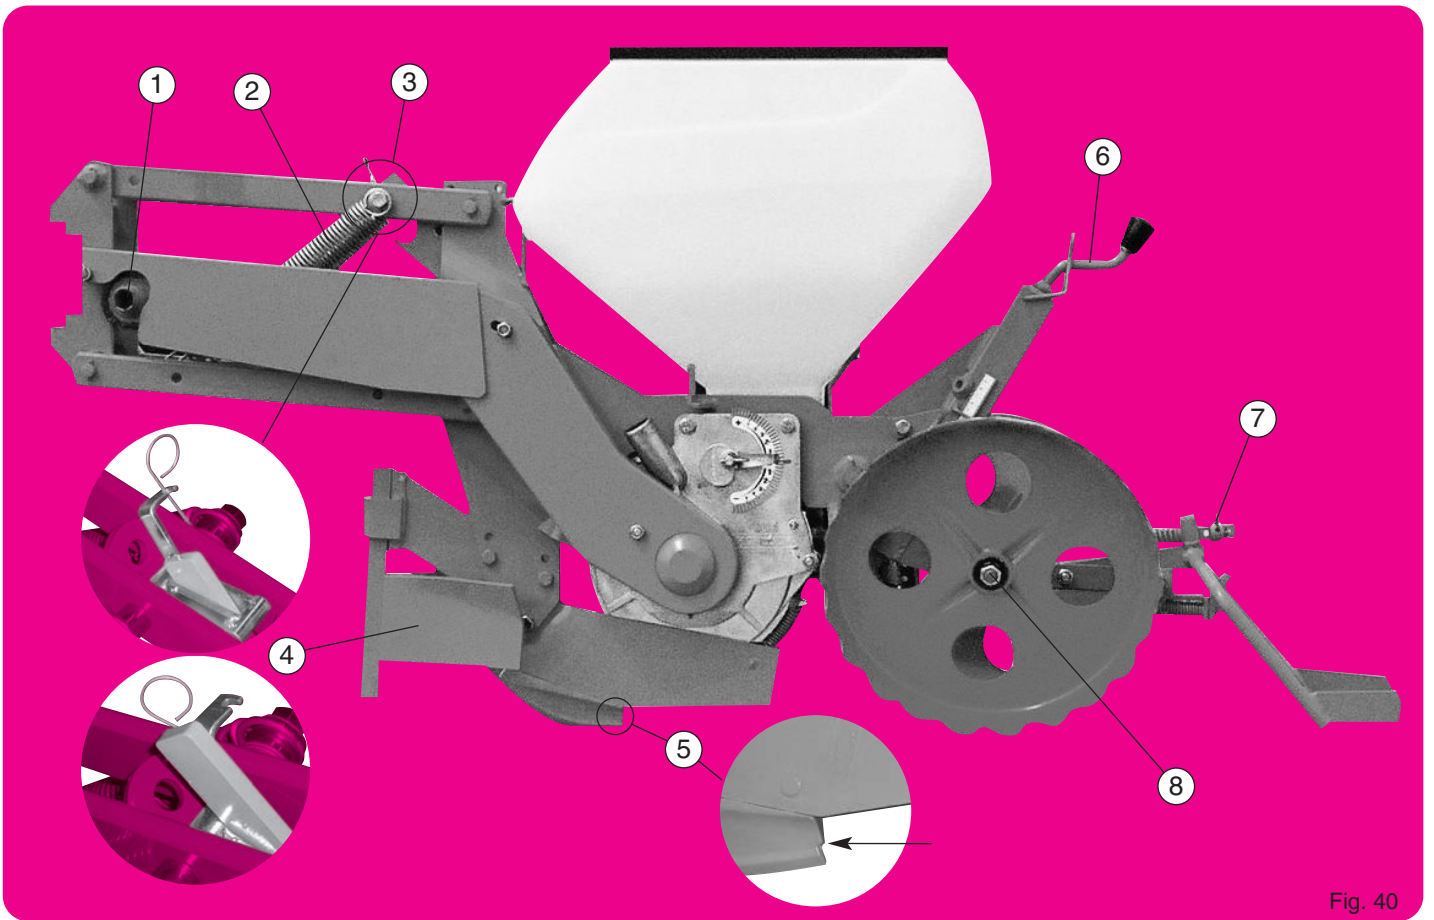

Fig. 40
**Version de base** (fig. 40) élément monté sur parallélogramme, terrage par le bloc arrière uniquement avec la manivelle (6) (fig. 40) - chasse-mottes avant avec coutre - soc standard maïs - roues tasseuses inclinées tôle - raclettes arrière - trémie 40 litres.
- ① Système de sécurité (fig. 40) : il provoque un crabotage sonore en cas de blocage de la distribution. Un arrêt est alors obligatoire (voir page 29). Graisser les dents du crabot à la mise en route pour faciliter les premiers déclenchements.
- ② Ressorts de parallélogramme : ils accentuent le poids de l'élément. En cas de trop forte pénétration, les ressorts peuvent être supprimés (1 ou les 2).
- ③ Taquet d'accrochage en position relevée (fig. 40) : en cours de travail, laisser le ressort dans son cran pour éviter les accrochages involontaires du taquet.
- ④ Chasse-mottes : doit travailler superficiellement pour éviter les risques de bourrages au niveau du boîtier ou de la chaîne.
- ⑤ Lorsque l'usure du soc atteint le stade du décrochement, le semis devient irrégulier : la pointe doit alors impérativement être remplacée.
- ⑥ Réglage du terrage (fig. 40) : une jauge graduée facilite l'uniformité du réglage.
- ⑦ Réglage de la hauteur des raclettes (fig. 40) par un jeu de rondelles d'épaisseur.
- ⑧ Réglage de l'écartement des roues maïs (fig. 40) : 2 bagues sur moyeux que l'on place, soit côté intérieur, soit côté extérieur, permettent d'obtenir 2 écartements à la base. Utiliser les roues reserrées pour semis superficiels (1 à 3 cm).
**Basic version** (fig. 40) element mounted on a parallelogram, depth control via the rear unit only, with the crank (6) (fig. 40)
- ① Safety system (fig. 40) : this causes the clutch to sound in case of a blockage in the metering system. When this clutch sound is heard, stop the machine immediately (see page 29). The teeth of the clutch should be lubricated when restarting in order to make the first declutching easier.
- ② Parallelogram springs : these increase the element's weight. If the penetration is too great, the springs may be removed (one or both).
- ③ Locking pawl to keep unit in a raised position (fig. 40) : while planting, in order leave the spring in its notch to avoid unexpected lock-up.
- ④ Clod remover : should work on the ground surface to avoid plugging at the metering box or chain.
- ⑤ When the shoe reaches this point of wear, sowing becomes irregular : the tip must then be replaced.
- ⑥ Adjustment of the depth (fig. 40) : a gradual scale makes it easier to set the unit at a uniform depth.
- ⑦ Adjustment of the height of the hillers (fig. 40) by means of a pair of washers.
- ⑧ Adjustment of the spacing of corn press wheels (fig. 40) : placing the 2 bushings on the inside or the outside of the wheel hub allows for 2 basic widths. Use the narrow setting for shallow seeding (1 - 3 cm) (3/8 - 1 1/2").
**Grundausführung** (Abb. 40) Vorrichtung auf Parallelogramm, Tiefenregulierung nur über Heckblock, mit Kurbel (6) (Abb. 40)
- ① Überlastsicherung (Abb. 40) : Wenn die Säscheibe blockiert ist (durch Einwirkung von Fremdkörpern) spricht die Überlastsicherung an durch ein knarrendes Geräusch. Halten Sie sofort die Maschine an, um die Ursache festzustellen (siehe Seite 29). Bei der Inbetriebsetzung sind die Zähne der Kupplung zu schmieren, um das Auslösen der Kupplung zu erleichtern.
- ② Federn am Parallelogramm : zur Gewichtserhöhung. Bei zu tiefem Einsinken kann man die Federn entfernen (eine, oder beide).
- ③ Element in Transportstellung (Abb. 40) : Beim Spannen der Feder wird der Sperrhebel aus der Kerbe gedrückt und das Element geht in Arbeitsstellung zurück.
- ④ Klutenräumer : Soll nicht zu tief eingestellt werden, um etwaige Verstopfungen am Gehäuse bzw. an der Kette zu vermeiden.
- ⑤ Erreicht der Verschleiß der Schar diesen Punkt, dann wird die Aussaat ungleichmäßig. Die Spitze ist unbedingt zu ersetzen.
- ⑥ Tiefenregulierung (Abb. 40) : Eine Skala erleichtert die Tiefenregulierung.
- ⑦ Höhenregulierung der Zustreicher (Abb. 40) mit einem Satz von Zwischenscheiben wird die Höhe reguliert.
- ⑧ Weiteneinstellung der Mais-Andruckrollen (Abb. 40) : Beim Einsetzen der Distanzhülsen auf der einen oder anderen Seite der Achse, können zwei verschiedene Weiten der Andruckrollen erzielt werden. Bei oberflächlicher Aussaat (1 bis 3 cm) sind die eng liegenden Andruckrollen zu verwenden.